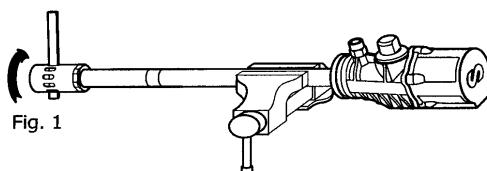

Fig. 1
2. Mount the pump to a vise in horizontal position, securing it on the suction tube (47).
3. Unscrew the intake filter tube (60) from the intake filter head (57) (fig. 1).
2. Fijar la bomba en una mordaza agarrando por el tubo de aspiración (47) con la bomba en posición horizontal.
3. Desenroscar la jaula de aspiración (60) del conjunto filtro de aspiración (57) (Fig. 1).
1. Placer la pompe à l'horizontale sur un établi qui la soutiendra par le tube d'aspiration (47).
2. Séparer la crêpine (60) de l'ensemble du filtre d'aspiration (57) (voir Fig.1).